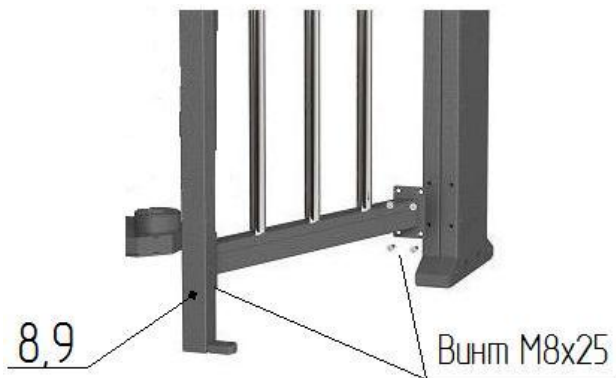

Рис. 6
6.2.3. Установка ограждения (рис. 6):